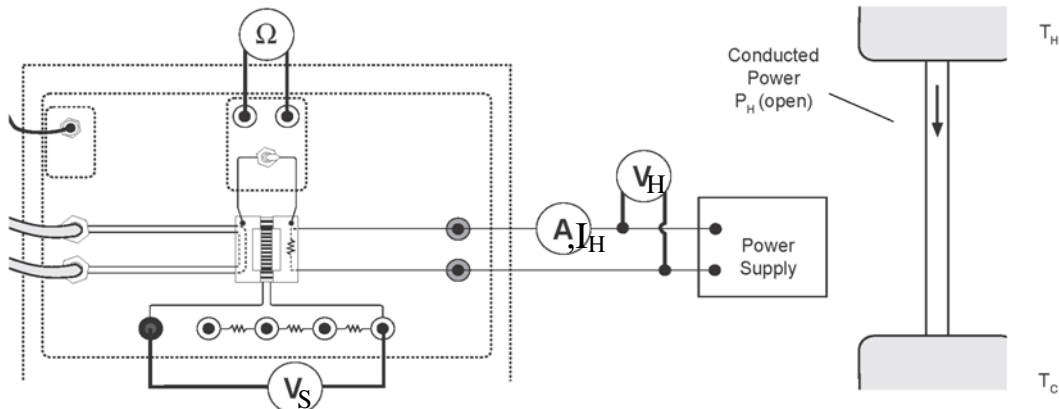

Figure 4. Mode ouverte
- Mode ouverte afin que déterminer les pertes par conductibilité thermique et le rayonnement le schéma des mesures et présenter sur Fig. 4 ci-dessous.
15) Déconnecter le câble de la résistance de la charge. Maintenant, toute la puissance P_H fournie à la résistance de la source chaude est soit menée sur le côté froid soit rayonné. Laissez le voltmètre mesurer la tension de Seebeck (V_S , voir figure 4).